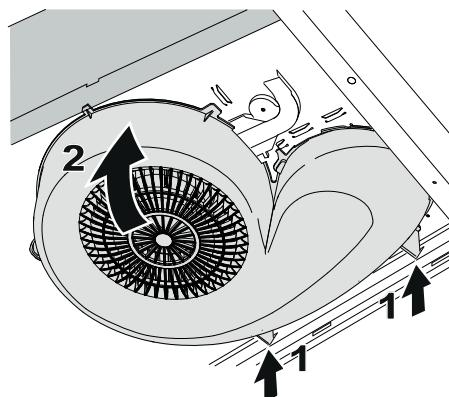

Fig.7
Sätt tillbaka flakthuset genom att passa in stöden i bakkant på fläkten (1). Vik upp flakthuset (2). Fig.7